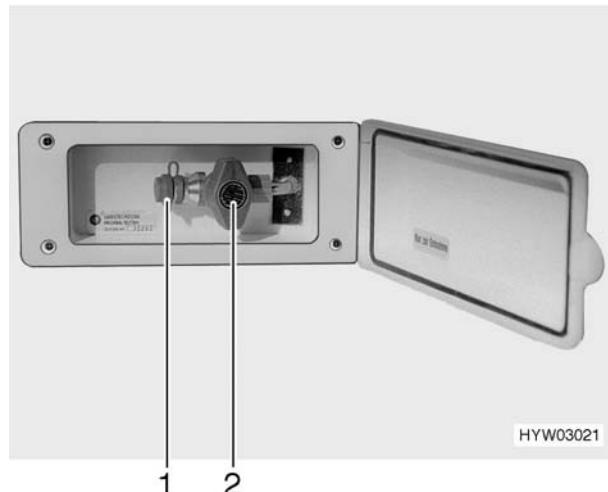

Fig. 111 Presa gas esterna, rubinetto chiuso
- Quando l'attacco esterno per il gas non viene utilizzato, chiudere sempre il rubinetto (Fig. 111,2).
- Accertarsi che dopo aver collegato l'impianto a gas e aver aperto il rubinetto non fuoriesca del gas dalla presa esterna (Fig. 111,1). Se l'attacco gas esterno perde, il gas si disperde nell'atmosfera. Chiudere immediatamente il rubinetto e la valvola principale della bombola del gas. Fare controllare la presa esterna del gas da un'officina autorizzata.
L'attacco gas esterno si trova (Fig. 111) sul lato anteriore destro vicino al vano portabombole.